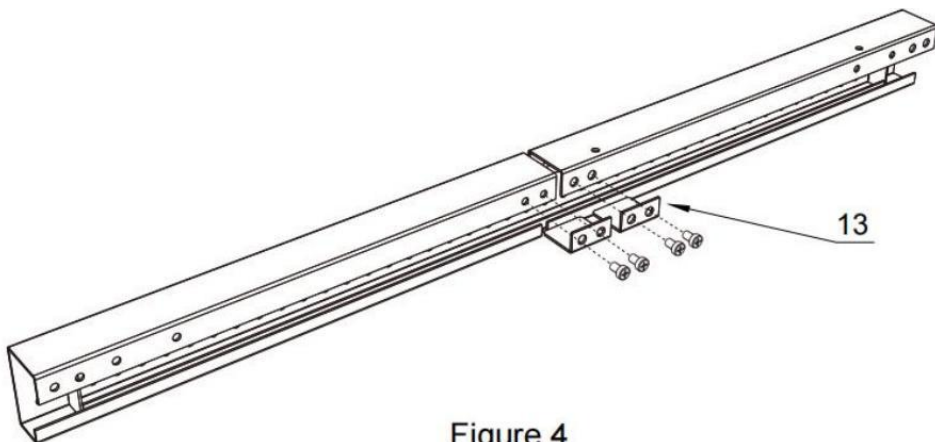

Figure 4
4. Placez deux pièces de limite (#13) sur les supports d'angle , serrez les M5*10 Vis à tête cruciforme (⑧) à l'aide d'un tournevis électrique. (Figure 4)